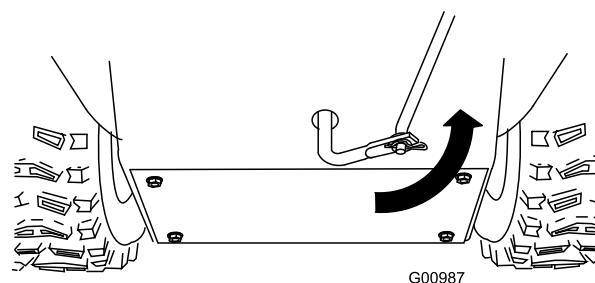

Figure 4
7. Faites pivoter le bras de liaison inférieur vers le haut (Figure 4).